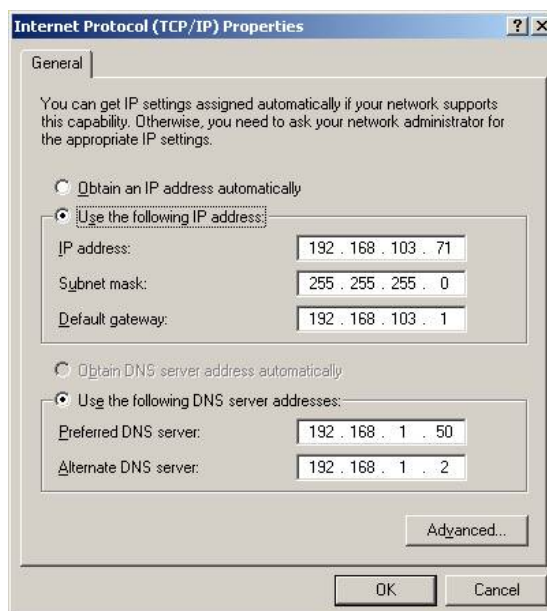

Figura 3.1 - Tela de Alteração do Endereço IP
7. Escolha a opção Protocolo de Internet (*Internet Protocol*) e clique em Propriedades (*Properties*). A seguinte janela será exibida, conforme mostra a Figura 3.1.